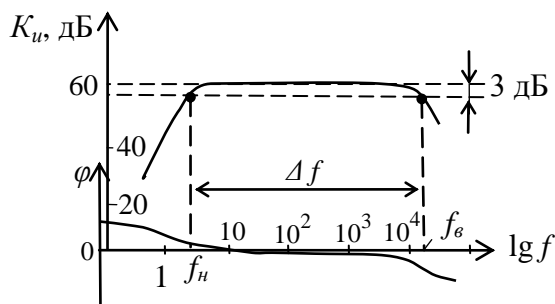

Рис. 3
3. Для рассчитанного по постоянному и переменному току в пп.1-2 каскада ОЭ, рассчитать емкости разделительных конденсаторов C_{p1} , C_{p2} и эмиттерного конденсатора $C_э$ по с учетом низкочастотных (НЧ) искажений. Коэффициент НЧ искажений $M_n=1.4$, нижняя частота полосы пропускания $f_n=15\text{Гц}$ (рис. 3)